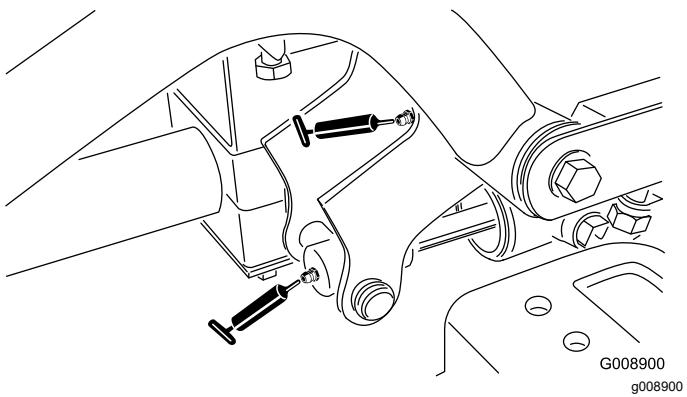

Figure 62
- Pivot de bras de levage avant droit et vérin de levage (2) (Figure 62)